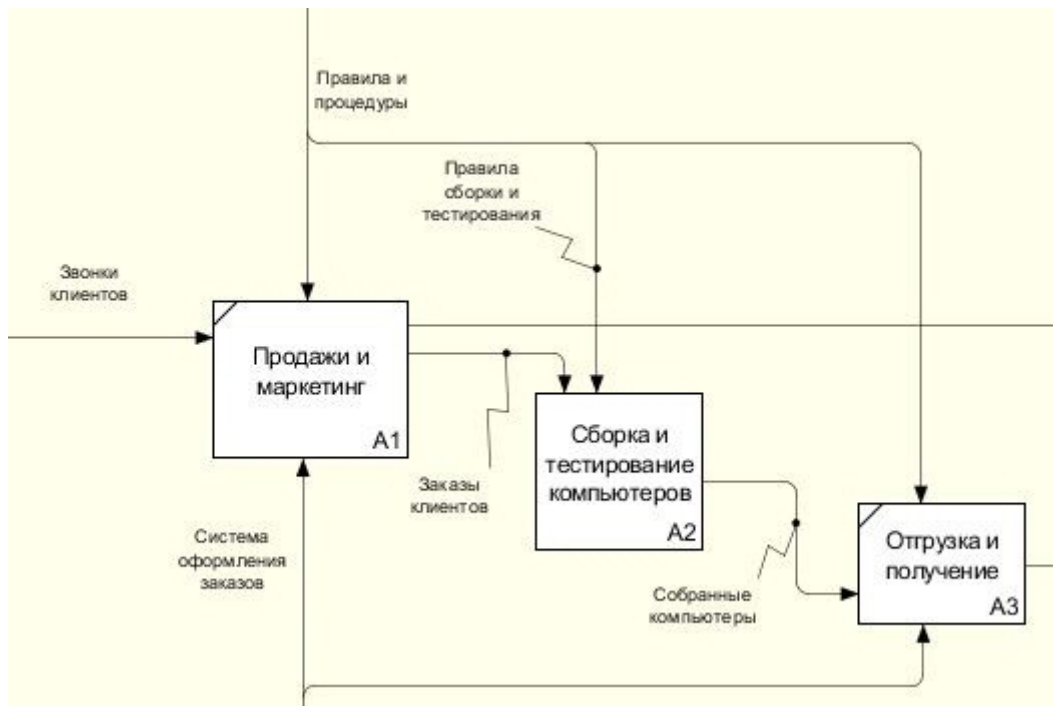

Рис. 6. Внутренние стрелки диаграммы декомпозиции A0
9. Создайте новые внутренние стрелки, как показано на рисунке (рис. 6). Для создания внутренней стрелки необходимо: